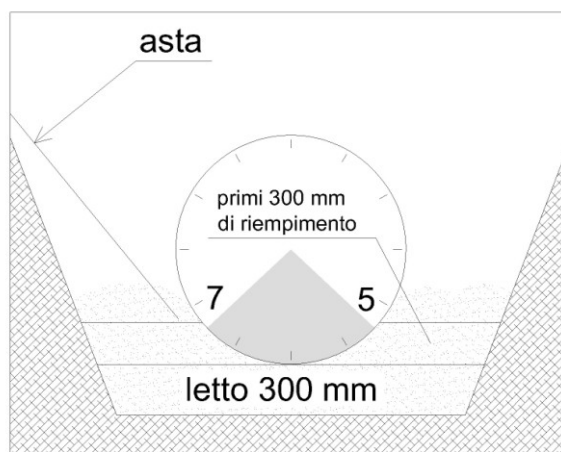

Figura 12
- Mettere i primi 300mm di materiale di riempimento (figura 12), intorno al serbatoio.
- Ripartire e compattare (eliminando i vuoti) tutto il materiale di riempimento tra le ore 5 e le ore 7 (riferimento angolare) come in figura 12, per tutta la lunghezza del serbatoio ed anche intorno alle due calotte (estremità).